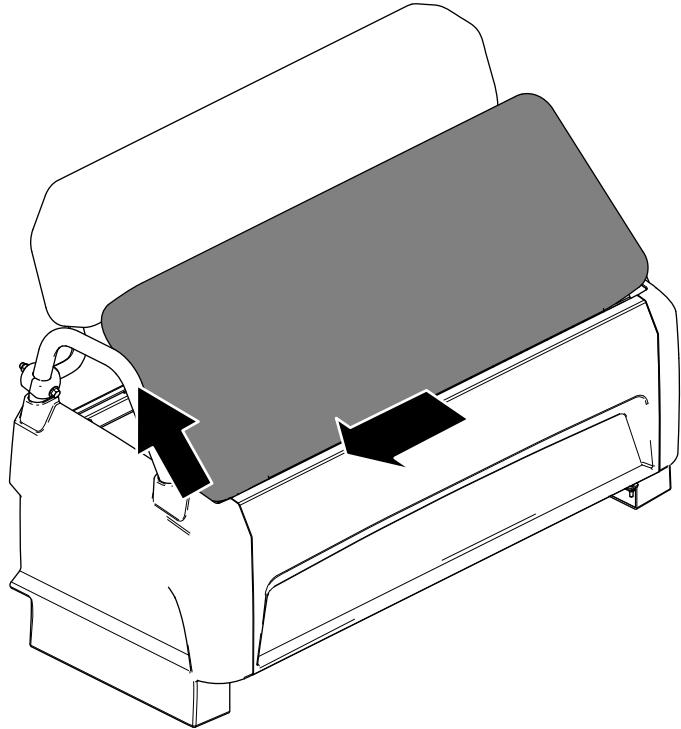

Figure 24
2. Glissez le coussin sur le côté pour le dégager des goupilles, et soulevez-le (Figure 24).